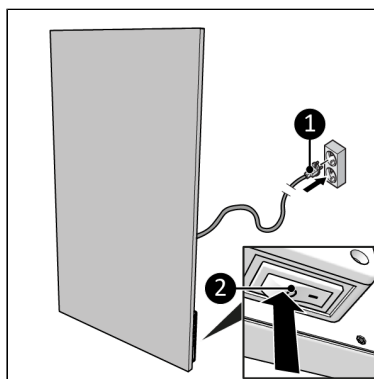

Figure 12.
2. Zorg dat de AAN/UIT-knop in de UIT-stand staat (Figure 12, pos. 2).
3. Steek de stekker (Figure 12, pos. 1) in een geaard stopcontact waar u eenvoudig bij kunt. Gebruik een geaard stopcontact met een minimumvermogen van 1000 watt.